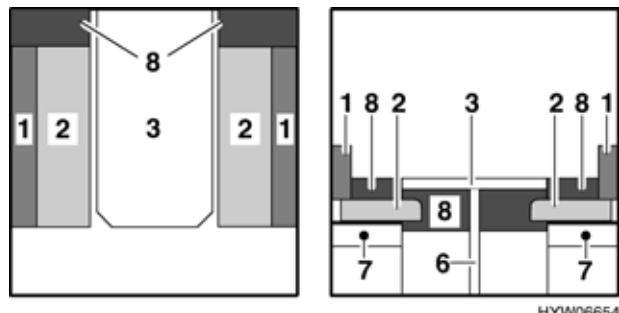

Fig. 49 Prima della trasformazione
- Estrarre la prolunga della panca (Fig. 49,7).
- Sollevare leggermente il piano del tavolo in avanti (Fig. 49,3).
- Estrarre il piede del tavolo (Fig. 49,6) dalla sede girandolo in senso antiorario e riporlo da parte.